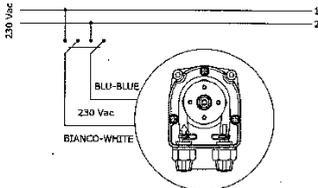

Fig. 1
- Rispettare le norme vigenti per quanto riguarda l'installazione elettrica (fig.1). Se il cavo di alimentazione è privo di spina elettrica, l'apparecchiatura deve essere collegata alla rete di alimentazione tramite un interruttore onnipolare sezionatore avente una distanza minima tra i contatti di 3 mm. Prima di accedere ai dispositivi di collegamento, devono essere interrotti tutti i circuiti di alimentazione.
- Carefully observe the regulations in force as regards electrical installations (figure 1). When the supply cable doesn't have the plug, the equipment should be connected to the power supply by means of a single-pole switch having a minimum distance of 3 mm between the contacts. Before accessing any of the electrical parts, make sure that all the supply circuits are open.
Il colore dei fili può essere diverso da quello indicato in fig.1 in funzione del tipo di motore.
Wires colours could be different from the ones showed in fig. 1, it depends of the motor type.